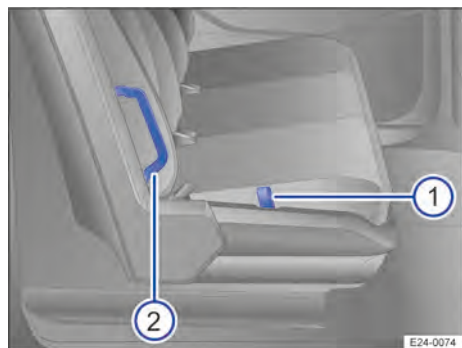

Fig. 85 Cloison flexible en position banquette
1. Tirez la dragonne → fig. 85 ❶ et maintenez-la dans cette position.
2. Tirez la banquette vers l'avant à l'aide de la poignée → fig. 85 ❷.
2. Tirez la dragonne → fig. 85 ❶ et maintenez-la dans cette position.
3. Tirez la banquette vers l'arrière à l'aide de la poignée → fig. 85 ❷ et abaissez-la en appuyant dessus.